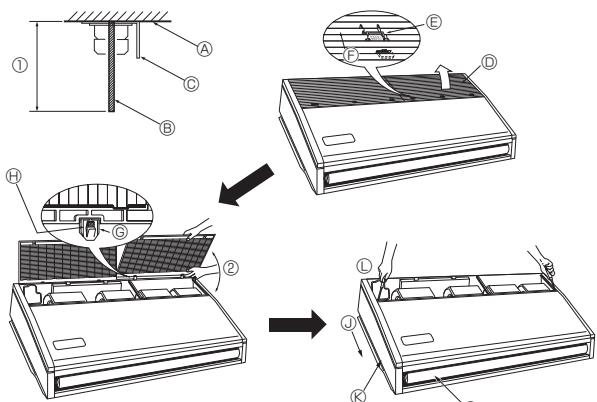

Fig. 3-4
- ④ Use insertos de 100 kg a 150 kg cada uno.
- ⑤ Use pernos de suspensión de tamaño W3/8 o M10 cada uno.
3.2.4. Preparación de la unidad interior (Fig. 3-4)